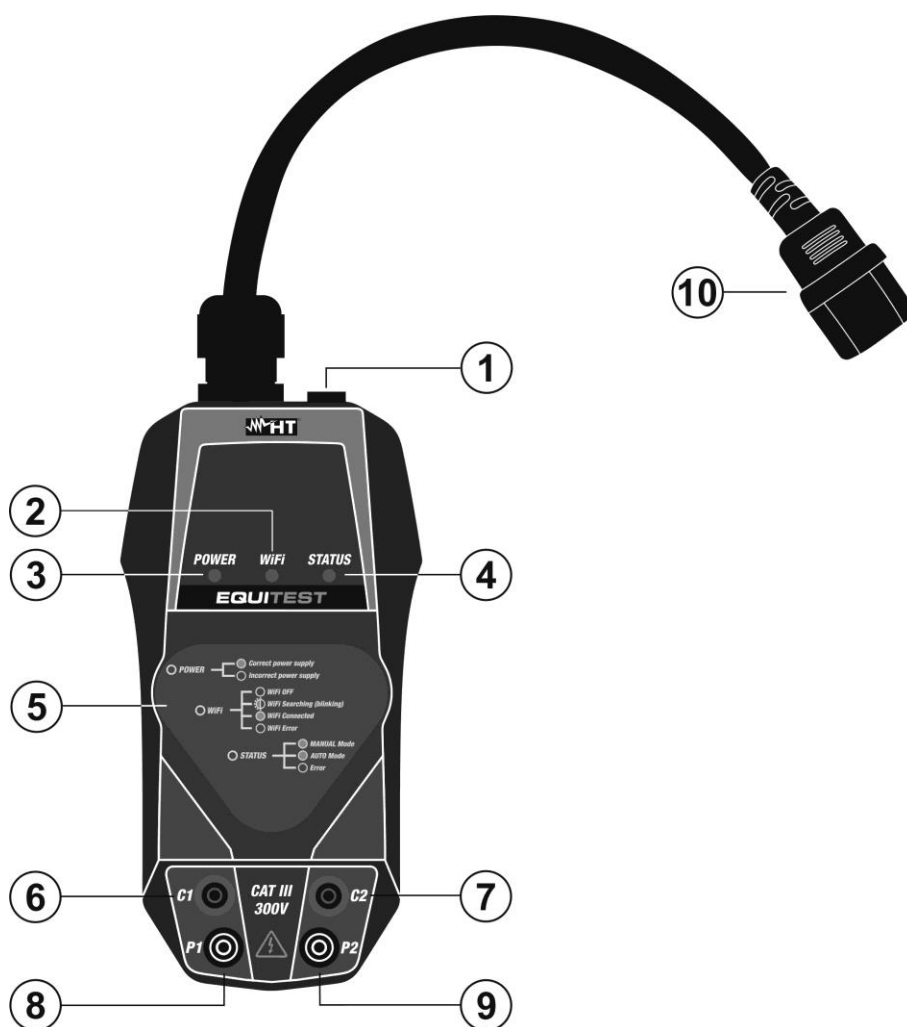
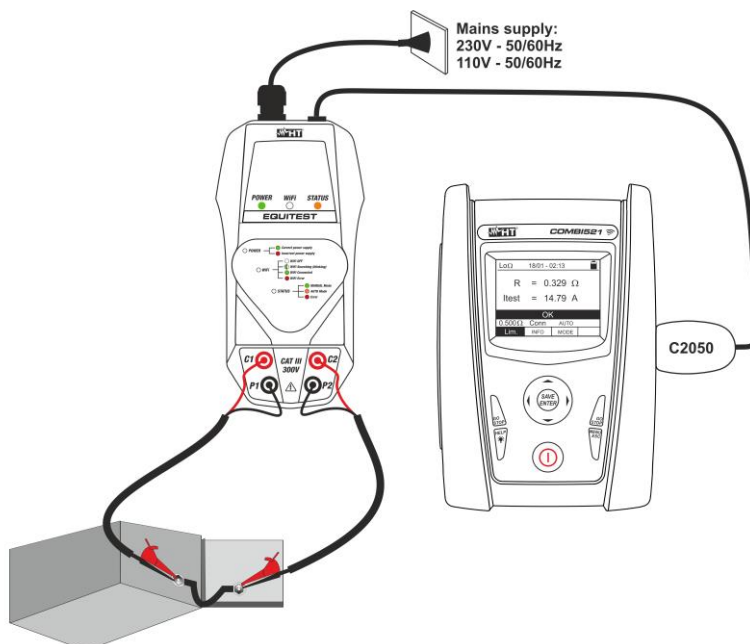

Fig.1 Description de l'instrument
Fig. 3 Utilisation de l'instrument avec l'unité MASTER
- Connectez l'instrument à l'alimentation électrique à l'aide du câble réseau fourni (voir Fig. 1 – partie 10). La LED **POWER** est **verte fixe** pour identifier la tension d'alimentation correcte, la LED **STATUS** est **verte fixe** pour identifier le fonctionnement de l'instrument en **mode Manuel** (voir manuel d'utilisation de l'instrument MASTER) et la LED **WiFi** est allumée en **vert clignotant** pour identifier que l'instrument essaie d'établir (si disponible) une connexion WiFi avec un appareil mobile externe via l'APP **HT Equitest** (voir § 5.2) et n'a aucune fonctionnalité dans la connexion avec l'instrument MASTER
- Connecter l'instrument à l'instrument MASTER (voir Fig. 3) en utilisant le câble **C2050** fourni (voir Fig. 1 – partie 1)
- Connectez les deux câbles noirs du jeu de câbles **C7000** aux prises d'entrée **P1** et **P2** et les deux câbles rouges aux prises d'entrée **C1** et **C2** (voir Fig. 3)
5. Connectez les pinces crocodiles du jeu de câbles **C7000** aux extrémités de l'objet à tester (voir Fig. 3)
7. En sélectionnant le **mode Automatique** sur l'instrument MASTER (mesure activée sans utiliser la touche **GO/STOP**) vérifier que la LED **STATUS** doit être **orange fixe** et connecter les pinces crocodiles aux extrémités de l'objet à tester (voir Fig. 3) pour activer le test
- Connectez l'instrument à l'alimentation électrique à l'aide du câble réseau fourni (voir Fig. 1 – partie 10). La LED **POWER** est **verte fixe** pour identifier la tension d'alimentation correcte, la LED **STATUS** est **verte fixe** pour identifier le fonctionnement de l'instrument en **mode Manuel**